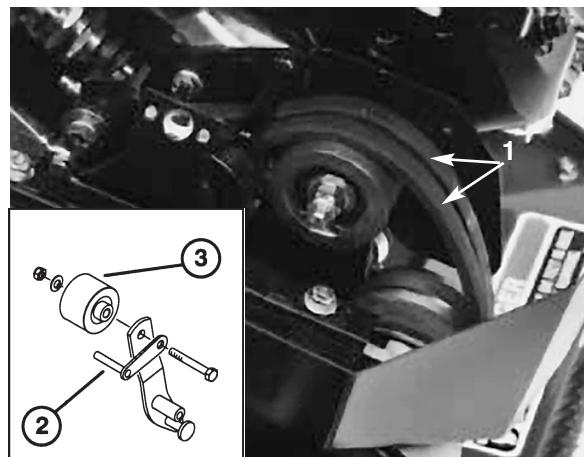

Fig. 33
7. Per spingere o tirare più facilmente la macchina senza metterla in moto, regolare la guida della cinghia (Fig. 33, riquadro) come segue: